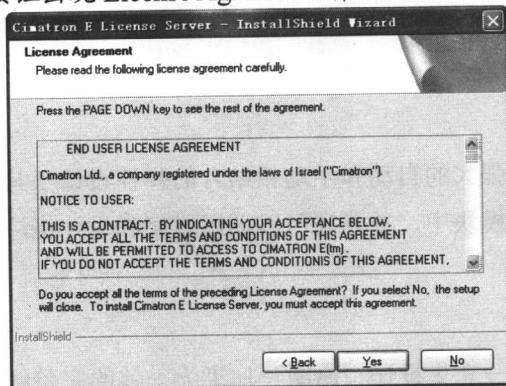

图1-3
3. 单击 **Next >** 按钮出现 License Agreement 界面, 如图 1-3 所示。